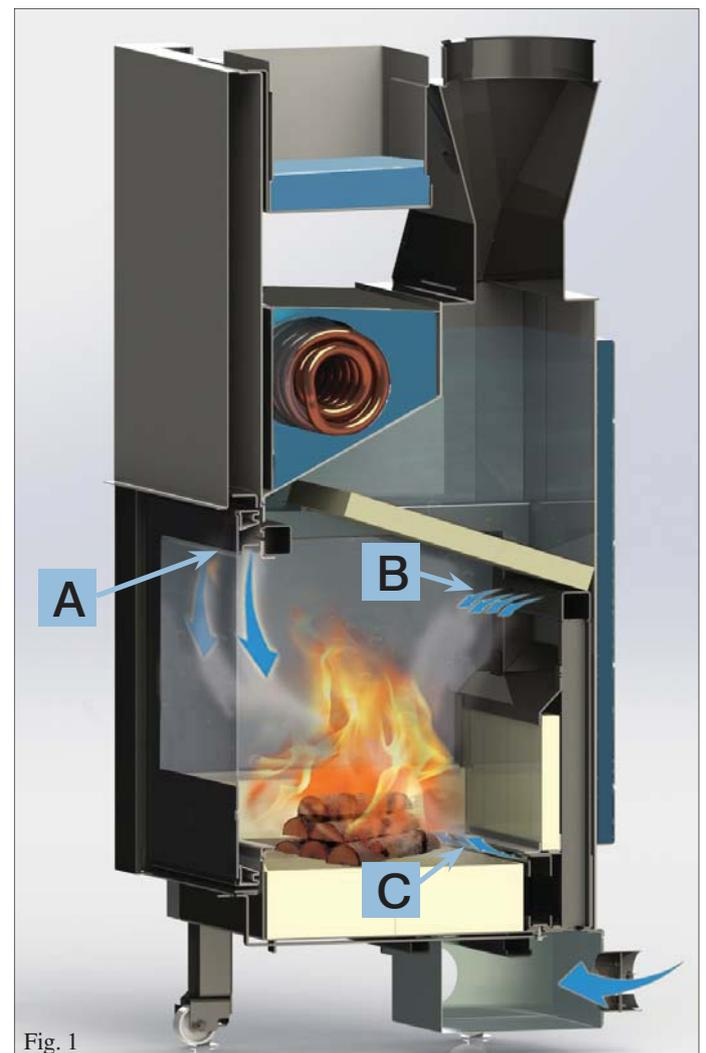

Fig. 1
**L'aria primaria di combustione (A) e di pulizia vetro** entra dalla sommità del vetro stesso dopo essersi riscaldata, durante il suo percorso (fig. 1) e mantiene il vetro pulito.
**L'aria secondaria di combustione (B) o di post-combustione** è immessa nel focolare dai fori presenti sul fondale del focolare stesso (fig. 1).
**L'aria detta "Turbo" (C)** entra alla base del focolare sul pelo libero della brace (fig. 1) per velocizzare l'accensione del termocaminetto.